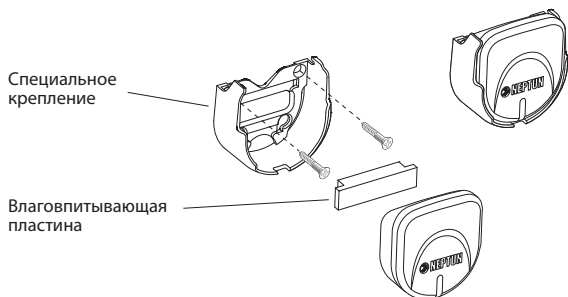

Рис. 10. Установка датчика с дополнительным креплением к стенам, потолку.
2. С помощью специального крепления\*, в которое свободно входит датчик, его можно крепить на стенах, потолке и любой другой поверхности (рис. 10).